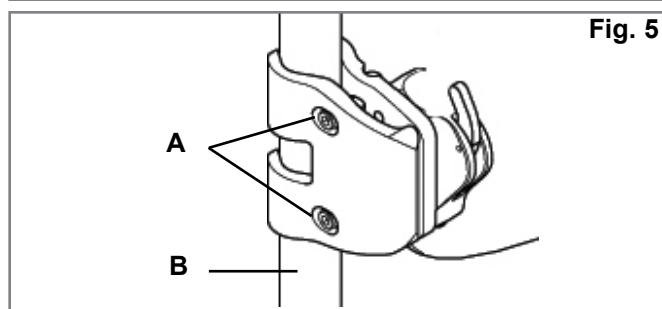

Fig. 5
3. Come montare i supporti. (Fig. 5)
- a. Allentare le viti di fermo (A) con la brugola da 4 mm in dotazione. **NOTA**– Per i montanti con un diametro maggiore rimuovere completamente le viti di fermo.
- b. Fissare e allineare il supporto al montante dello schienale (B).
- c. Stringere le viti di fermo a mano (A). **NOTA:** Per un allineamento corretto potrebbe essere necessario regolare ulteriormente i supporti lateralmente.